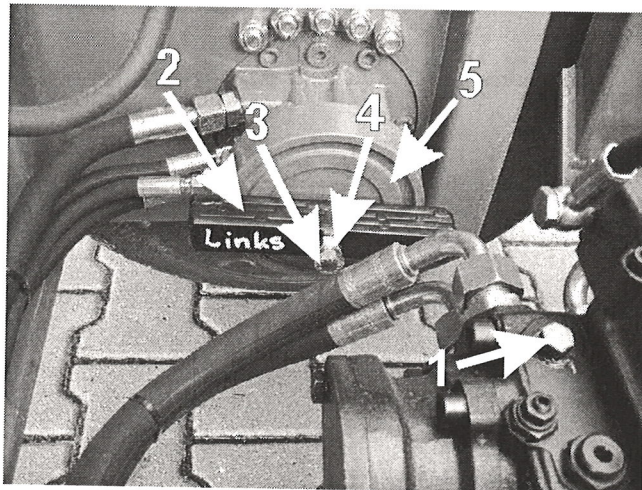

Bild 20
Dazu die gelb markierte Schraube (Bild 20/1) zwei Umdrehungen herausdrehen.
2) Dann muss die integrierte Parkbremse an den Radmotoren mit den mitgelieferten Werkzeugen (Bild 20/2) gelöst werden.
1. Stopfen aus der Schutzkappe (Bild 20/5) herausziehen (gelb markiert).
2. Schraube (Bild 20/3) im Kolben festziehen.
3. Mutter (Bild 20/4) so weit anziehen, bis das Rad frei dreht.